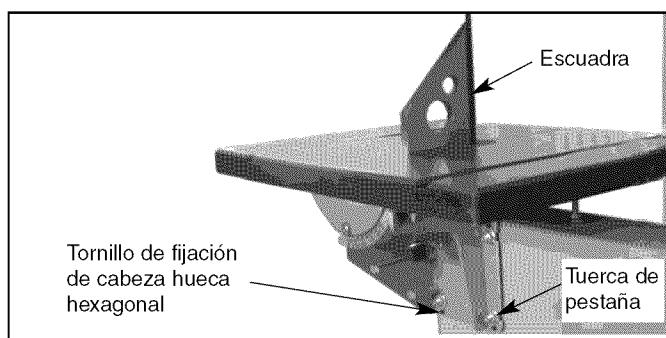

Figura 7 – Ponga la Mesa a Escuadra en las Posiciones Trasera y Frontal
- Con una llave, afloje la tuerca de pestaña en el muñón inferior de la mesa (véase la Figura 7).
- Ponga la llave "L" hexagonal M5 en el tornillo de fijación de cabeza hueca hexagonal y ajústelo hasta que la mesa esté a escuadra con la hoja de la sierra en las posiciones frontal y trasera (véase la Figura 7).